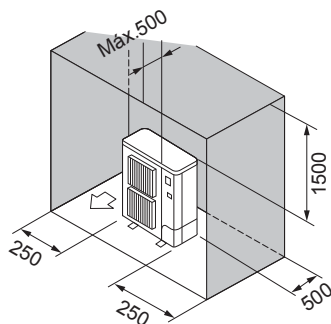

Fig. 2-8
- ⑥ Obstáculos sólo en la parte trasera, los laterales y superior (Fig. 2-8)